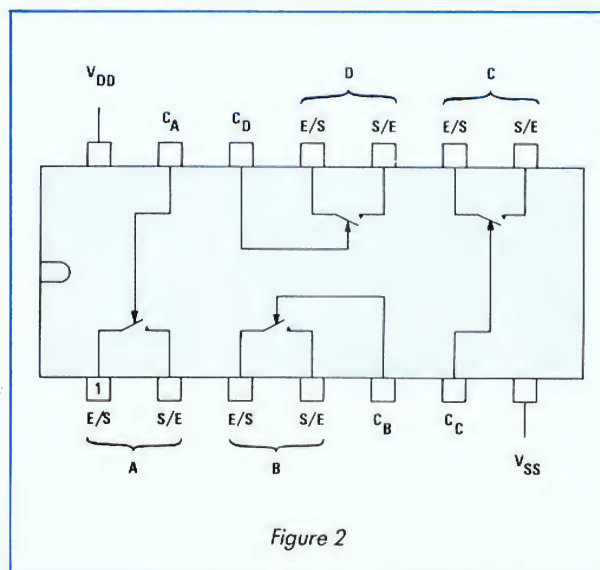

Figure 2
- pour un niveau de commande haut (1 logique), les deux transistors conduisent et n'opposent, de l'entrée vers la sortie, que la résistance R_{ON} , de l'ordre de la centaine d'ohms. L'ensemble équivaut à un interrupteur fermé, bien qu'imparfait à cause de R_{ON} . Dans la suite de cet article, nous ne dessinerons que l'équivalent électromécanique, symbolisé en figure 1b. Chaque circuit intégré CD 4016 ou CD 4066 renferme quatre portes analogiques, et la figure 2 en donne le brochage.